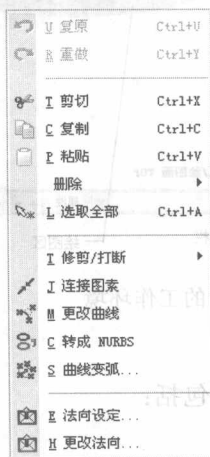

图 1-3 编辑菜单项
(2) 【编辑】: 可以通过该菜单对图形进行修剪、连接、改变曲线方向等编辑图形命令, 如图 1-3 所示。